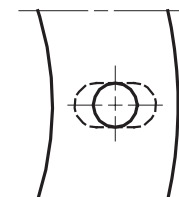

Abb. 4
- Falls erforderlich, die Bohrungen der Isolierdichtung (4) erweitern, (siehe Abb. 4).